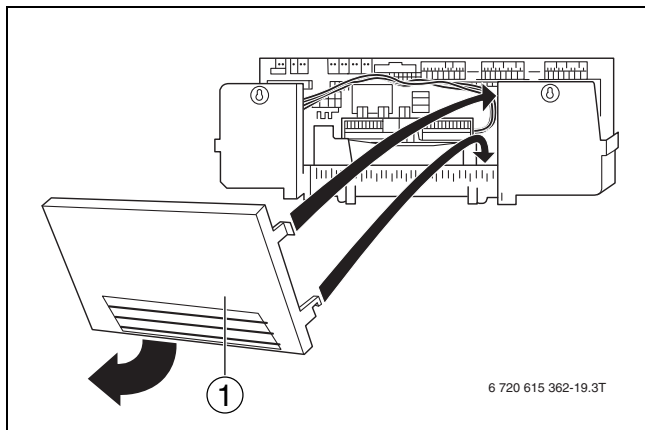

Fig. 24 Pregătirea trecerii pentru cabluri
- Spargeți sau decupați piesele casabile, dacă este necesar, din piesa peretelui posterior [1] (→ fig. 24).
- ▶ Montați din nou piesa peretelui posterior (→ fig. 24) pe automatizare.